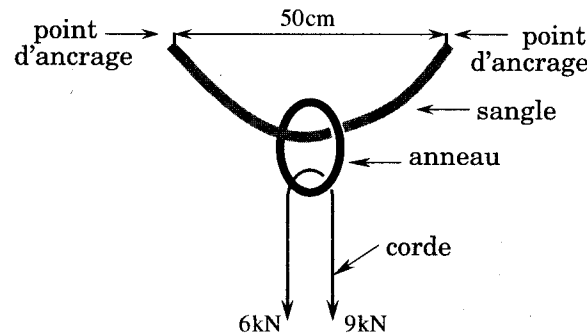

Figure 6
b) Dans le cas de la figure 6, les deux points d'ancrage à la disposition du grimpeur sont peu sûrs. Ils ne résistent pas à une force supérieure à 10kN. Il utilise alors une sangle, de poids négligeable, résistant à 22kN pour relier ces deux points. Quel est le meilleur choix de longueur de sangle : 60cm ou 1m. Justifiez quantitativement la réponse.